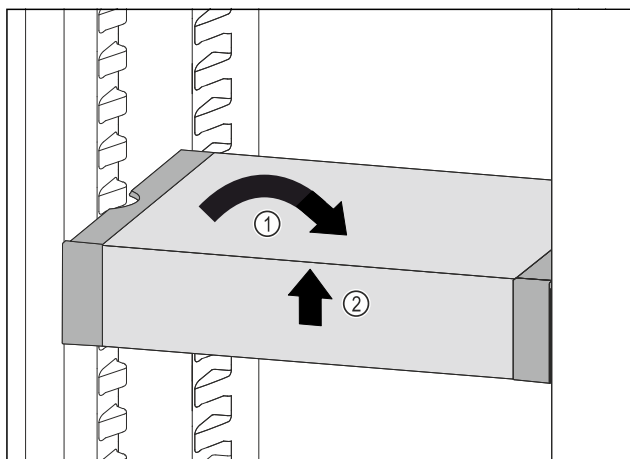

Fig. 103
- Remettre le VarioSafe droit. Fig. 103 (1)
- Soulever la partie avant du VarioSafe. Fig. 103 (2)